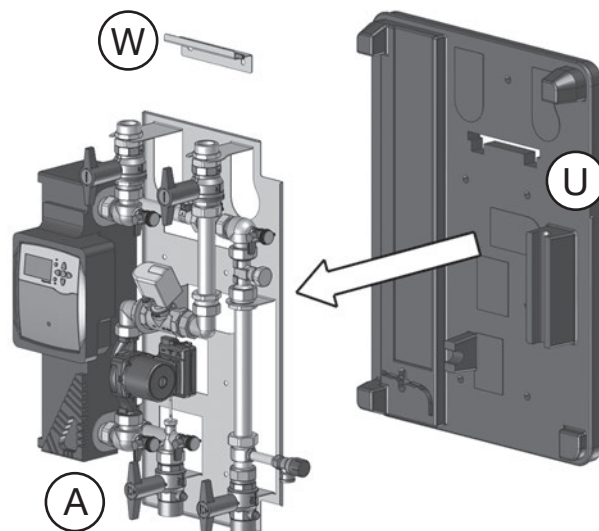

fig. 4.1: Retire el producto del aislamiento posterior
3. Retire el producto (A) del aislamiento posterior (U) (fig. 4.1 en la página 18).